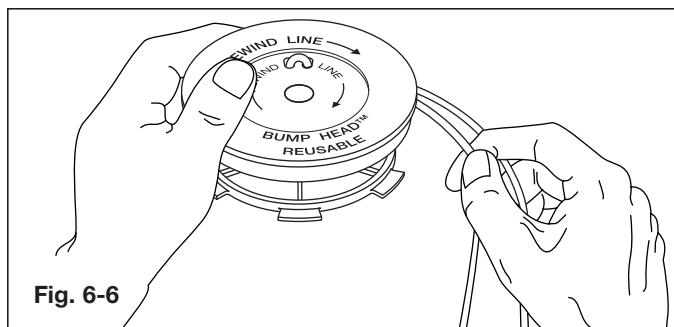

Fig. 6-6
- Enroulez les fils en couches uniformes serrées sur le moulinet (Fig. 6-6). Enroulez le fil dans le sens indiqué sur le moulinet intérieur. Placez votre index entre les deux fils pour les empêcher de se superposer. Ne superposez pas les extrémités du fil. Passez à l'étape 11.
- Découpez environ 3 m (10 pi) de fil neuf. Insérez une extrémité de fil dans l'un des deux trous du moulinet intérieur (Fig. 6-6). Tirez le fil jusqu'à ne laisser que 10 cm (4 po) environ.